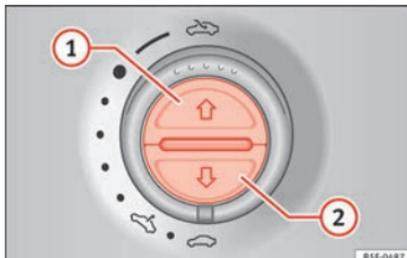

Abb. 141 In der Dachinnenverkleidung: Tasten des Sonnenschutzrollos.
| Vollständig öffnen (automatische Funktion) | Taste » Abb. 141 1 kurz drücken. |
- **Sonnenschutzrollo:** Innerhalb von etwa 5 Sekunden nach dem Auslösen der Kraftbegrenzung die Taste »» **Abb. 141** ② so lange drücken, bis das Sonnenschutzrollo vollständig geschlossen ist.